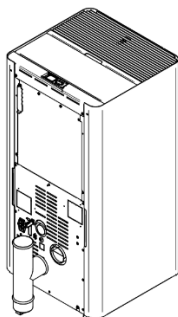
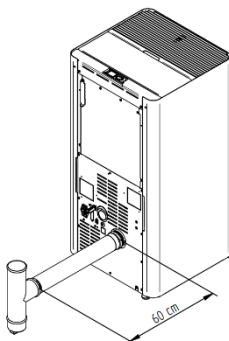

Figura 9 – Conexión de la inspección en el tee
Figura 10 – Instalación de una T de inspección con una parte alargada
- El tee de inspección debe colocarse tal y como se muestra en el Figura 9, si es necesario mover la chimenea lejos del equipo, solo es posible colocar un tubo horizontalmente hasta un máximo de 60 cm sin reducciones ni alteraciones, como se muestra en el Figura 10.